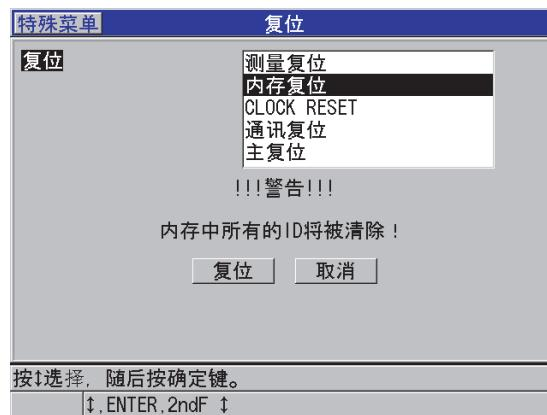

图 11-22 复位测量时出现的警告提示
3. 在**复位**屏幕中 (参见第 196 页的图 11-22):